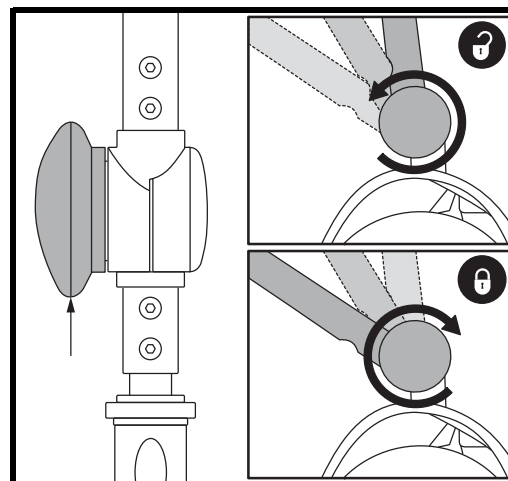

Figure 17. Réglage du guidon
REGLAGE DE L'INCLINAISON DU GUIDON (Voir la figure 17)
1. Avec le siège et la batterie retirés (voir les procédures de démontage sur la page précédente), abaissez le guidon et serrez le bouton de réglage. **Voir la figure 17.**
3. Remontez complètement le guidon en position et resserrez le bouton de blocage. **Voir la figure 17.**